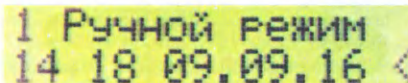

Рис. 9
1. Ручной (рис. 9). Полив включают и выключают вручную.